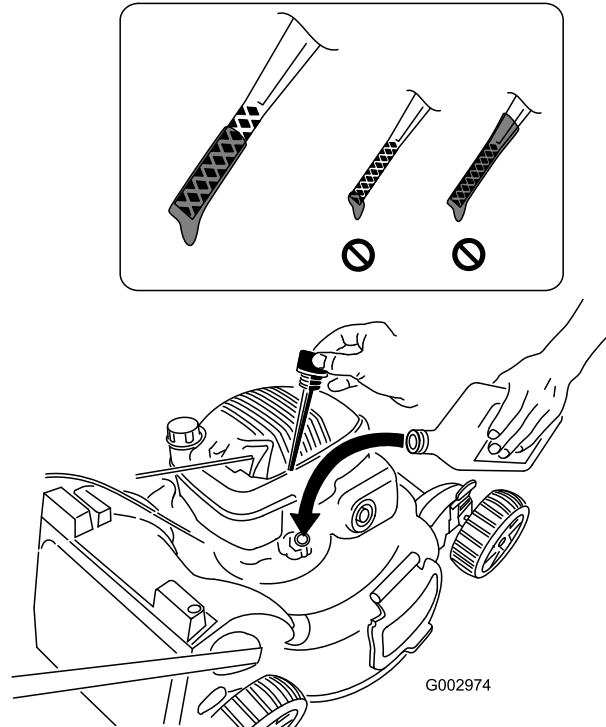

Figura 16
1. Retire la varilla, límpiela, y vuelva a colocarla (Figura 16).
2. Retire la varilla y compruebe el nivel de aceite (Figura 16).
Si no hay aceite sobre la varilla, vierta aceite **lentamente** por el tubo de llenado de aceite, comprobando el nivel con la varilla de vez en cuando, hasta que la varilla indique que el motor está lleno, tal como muestra Figura 16. **No llene demasiado.** (Capacidad máxima: 0,55 l, tipo: SAE 30W, aceite detergente con clasificación de servicio API SH, SJ, SL o superior.)